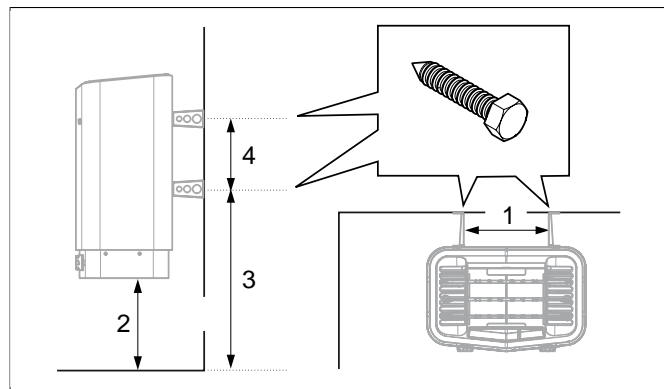

Fig 8: Måttsättning
7. Placera konsolskruvarna enligt måttsättning se **Fig 8**, sidan 4.